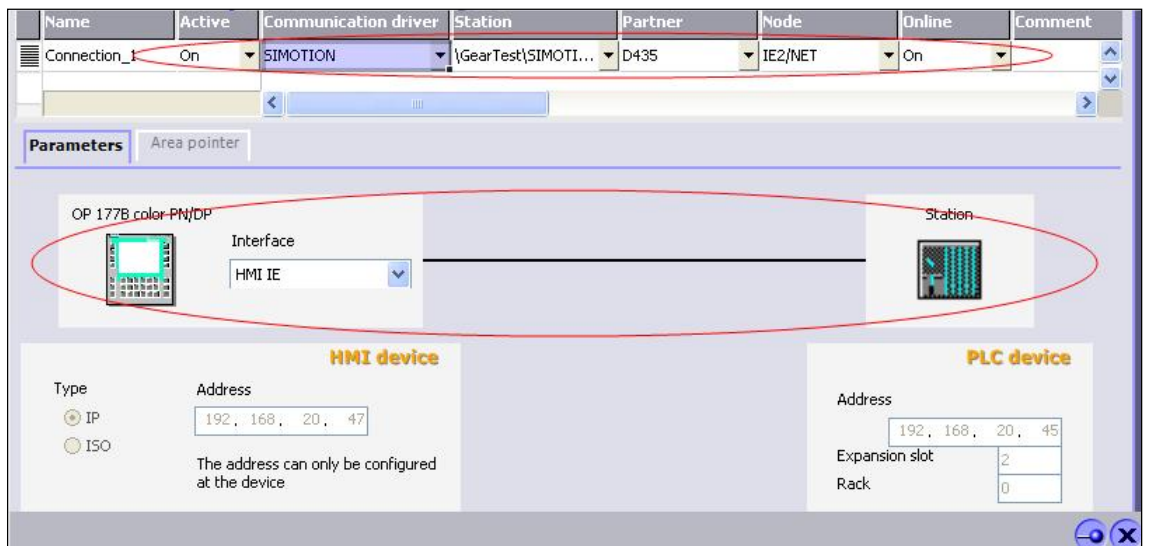

图 7.
(5)可用 SIMATIC Manager 打开此 Simotion 项目（或将 WinccFlexible 项目集成在 SCOUT 中），双击 WinccFlexible 项目中“Communication”下的“Connetion”条目以创建通讯连接，如图 7 所示：